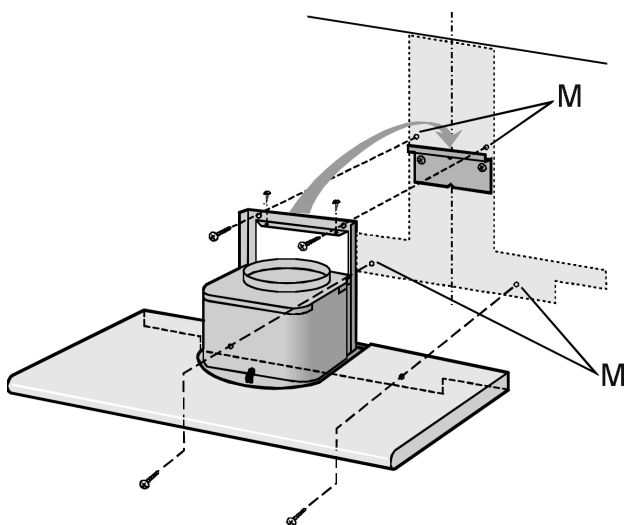

fig.10
2. Repérez l'emplacement des 4 trous (M) à réaliser (fig. 10). Débranchez la hotte puis percez les trous \varnothing 8mm. Placez les chevilles dans les trous.
3. Accrochez la hotte et fixez-la définitivement à l'aide des 4 vis (M) – fig. 10.